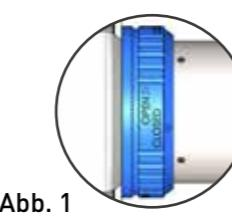

Abb. 1
2. Drehen Sie den blauen Ring auf OPEN (Abb. 1).